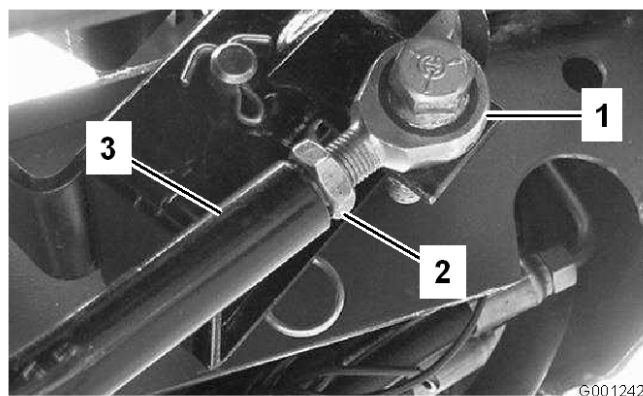

Figura 66
3. Si es necesario hacer un ajuste mayor, ajuste la varilla de tracción (Figura 66) de la manera siguiente: